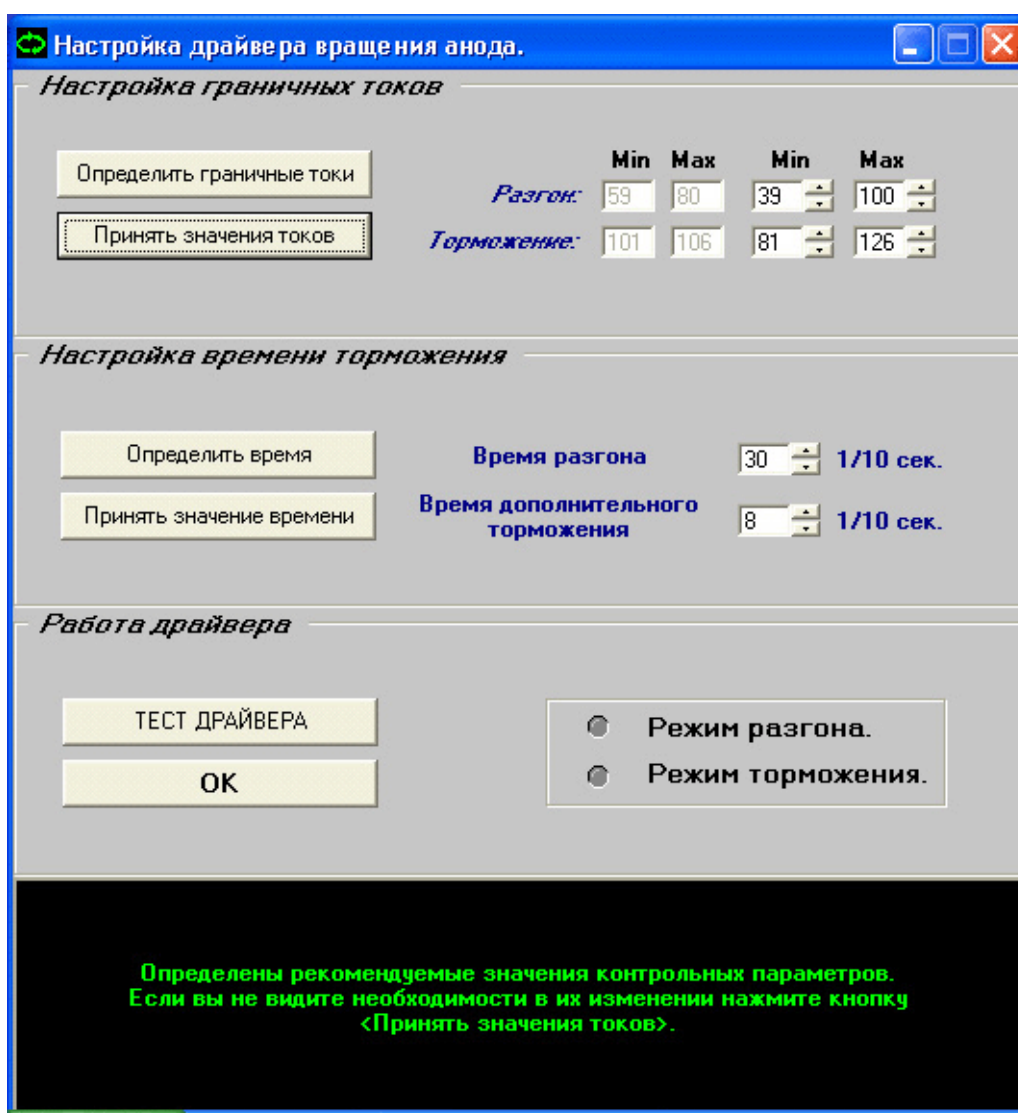

Рис. 6 Внешний вид окна «Настройка драйвера вращения анода»
6.1. Для проверки работоспособности и настройки системы контроля вращения анода рентгеновской трубки нажмите клавишу «Настроить систему вращения». При этом в левой части экрана монитора открывается окно «Настройка драйвера вращения анода», внешний вид которого приведен на рис. 6.